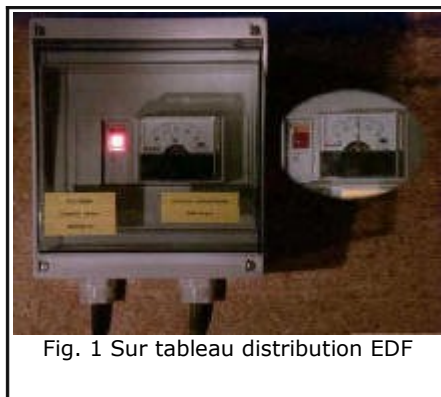

Fig. 1 Sur tableau distribution EDF
- **Fig.1 - Un voyant jaune** "Alarme EDF", situé au niveau du tableau de distribution EDF, se déclenche au niveau bas des batteries (<48v).